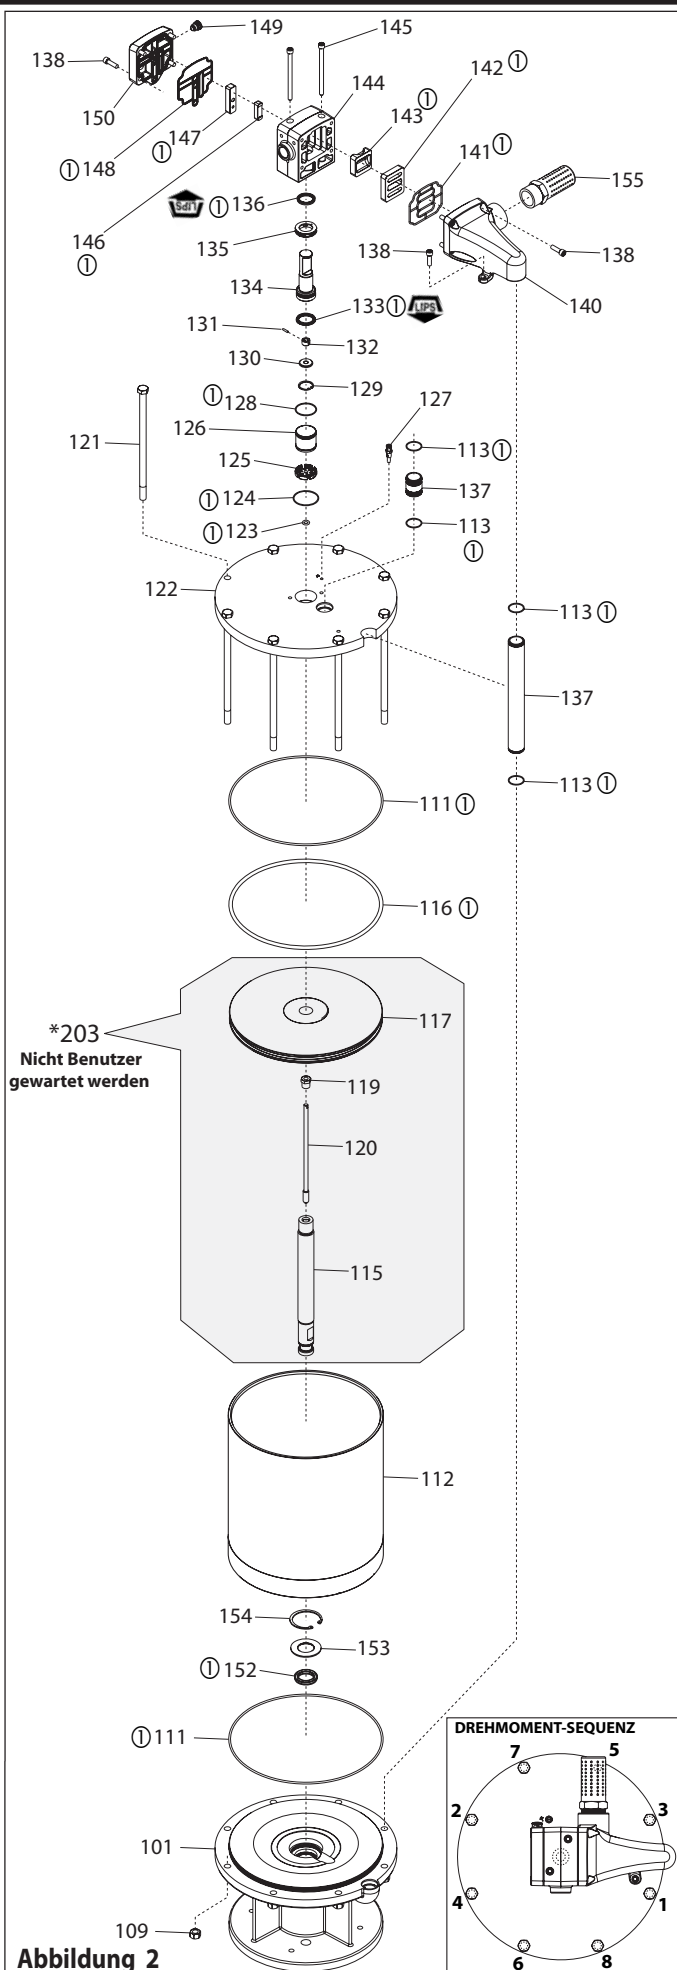

Abbildung 2
2. Die den (152) U-Becher, die (153) Unterlegscheibe und den (154) Sicherungsring in die (101) Basisbaugruppe einbauen.
3. Den (102) O-Ring in die (101) Basisbaugruppe einbauen.
4. Den (116) O-Ring in die Nut am (117) Kolben einsetzen.
5. Die (115) Kolbenstange vorsichtig durch die (101) Basisbaugruppe führen, sodass die Lippen des (152) U-Bechers bzw. des (102) O-Rings nicht beschädigt werden.
6. Den Innendurchmesser des (112) Druckluftzylinders schmieren und nach unten über die (203) Kolbenbaugruppe auf die (101) Basisbaugruppe des Druckluftmotors schieben. (Siehe Abbildung 2 auf Seite 2)
7. Die Kerbe in der (122) Kopfplatte an dem Anschluss in der
- (101) Basisbaugruppe ausrichten und die (122) Kopfplatte nach unten drücken, bis sie fest am (112) Druckluftzylinder sitzt. Die (120) Steuerstangenbaugruppe muss durch die Mitte der (122) Kopfplatte laufen.
8. Die 8 (121) Bolzen durch die (122) Kopfplatte und die (101) Basisbaugruppe befestigen.
9. Die 8 (109) Muttern an den (121) Sechskantschrauben anbringen und mit dem angegebenen Drehmomentverlauf und -wert anziehen.
10. Die (120) Steuerstangenbaugruppe möglichst weit aus der Druckluftmotorbaugruppe heraus ziehen, den (123) O-Ring über die (120) Steuerstangenbaugruppe nach unten in die Buchse in der (122) Kopfplatte schieben.
11. Den (125) Verschlussdeckel über die (120) Steuerstangenbaugruppe nach unten in die Bohrung in der (122) Kopfplatte schieben.
12. Zuerst den (129) Sicherungsring und dann die (130) Unterlegscheibe auf die (120) Steuerstangenbaugruppe schieben.
13. Das (132) Steuergerät auf die (120) Steuerstangenbaugruppe schieben. Die Bohrung des (132) Steuergeräts auf die Bohrung in der (120) Steuerstangenbaugruppe ausrichten und den (131) Stift einsetzen.
14. Den (133) U-Becher an der (134) Spule anbringen. Darauf achten, dass die Lippen des (133) U-Bechers nach unten in Richtung (122) Kopfplatte weisen.
15. Die (134) Spule auf die (120) Steuerstangenbaugruppe über das (132) Steuergerät schieben und die (130) Unterlegscheibe dahinter einsetzen. Mithilfe einer Sicherungsringzange den (129) Sicherungsring an der Innennut in der (134) Spule befestigen. Darauf achten, dass der (129) Sicherungsring fest in der Nut sitzt. Die (134) Spule nach unten in die Bohrung in der (122) Kopfplatte oberhalb des (125) Deckels schieben.